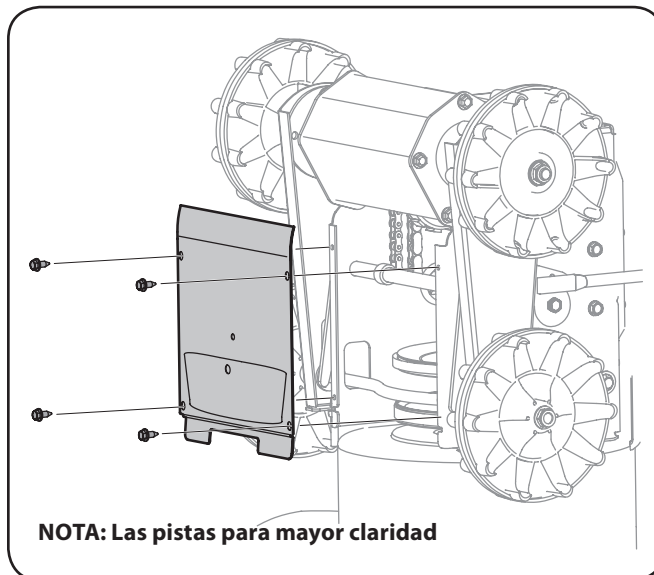

Figura 7-2
4. Saque la cubierta del marco desde debajo de la máquina quitanieve retirando los tornillos autorroscantes que la sujetan. Vea la Figura 7-2.
- Saque la cubierta del marco desde debajo de la máquina quitanieve retirando los tornillos autorroscantes que la aseguran. Ref. la Figura 7-2.